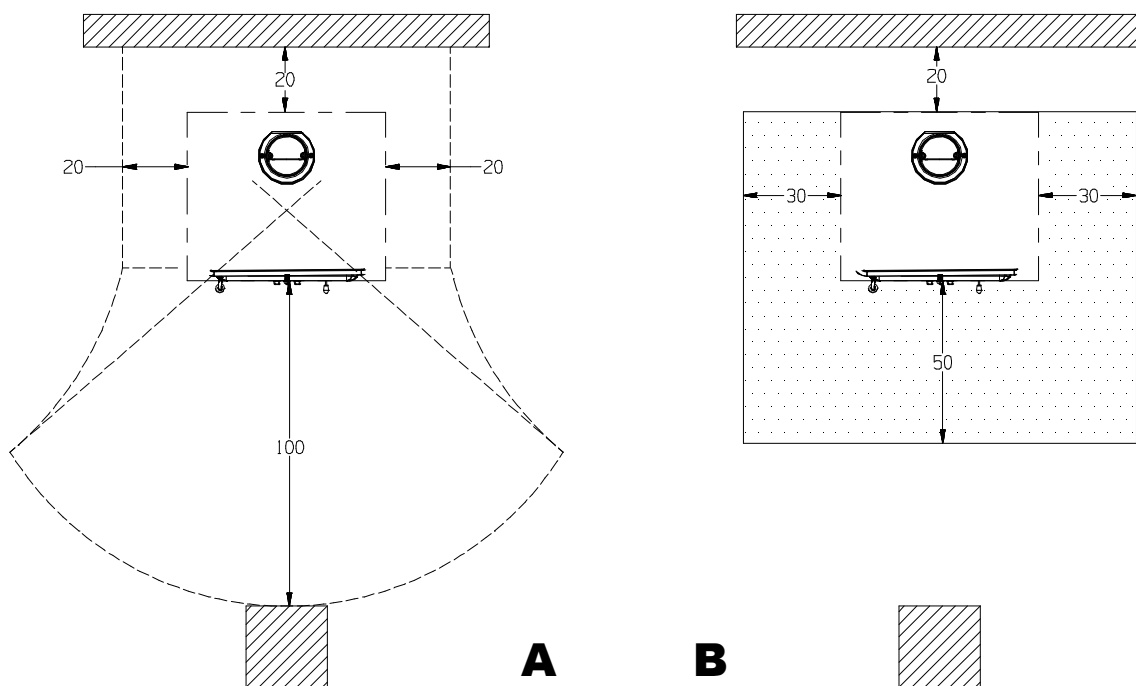

Figura 2
- Al fine di assicurare un sufficiente isolamento termico, rispettare la distanza minima di sicurezza dal retro e da entrambi i lati da elementi costruttivi ed oggetti infiammabili e sensibili al calore (mobili, rivestimenti di legno, stoffe ecc.) (vedi Figura 2 A). **Tutte le distanze minime di sicurezza sono indicate sulla targhetta tecnica del prodotto e NON si deve scendere al di sotto dei valori indicati.**
- qualora il prodotto venga installato su un pavimento di materiale infiammabile, bisogna prevedere un sottofondo ignifugo. **I pavimenti in materiale infiammabile**, come moquette, parquet o sughero etc., **devono essere sostituiti** da uno strato di materiale non infiammabile, ad esempio ceramica, pietra, vetro o acciaio etc. (dimensioni secondo l'ordinamento regionale). Il sottofondo deve sporgere frontalmente di almeno **50cm** e lateralmente di almeno **30cm** oltre all'apertura della porta di carico.(vedi Figura 2 B).